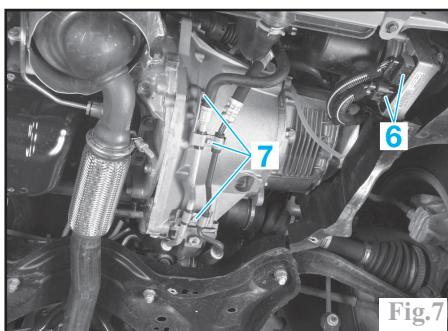

Fig.7
Débrancher les connecteurs (6) (Fig.7) de direction assistée.